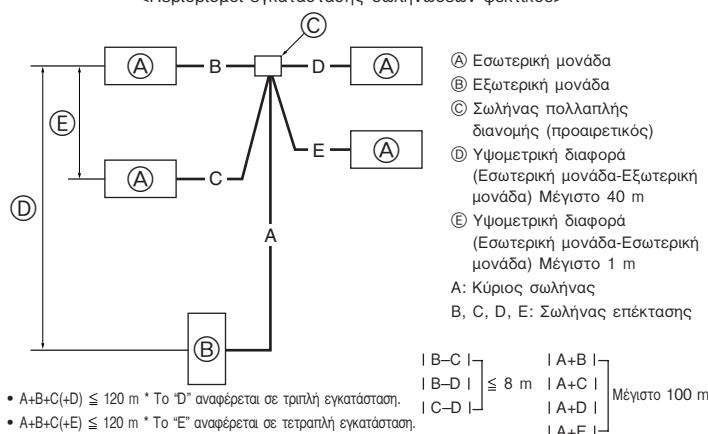

Fig. 5-8
5.8. Για διπλή/τριπλή/τετραπλή εγκατάσταση (Fig. 5-8)